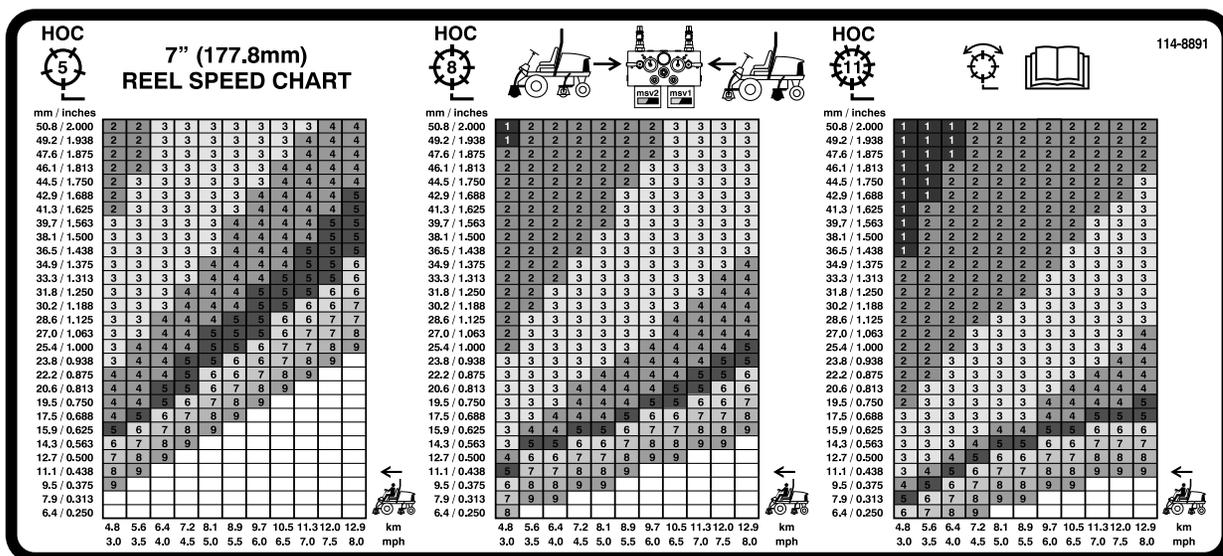
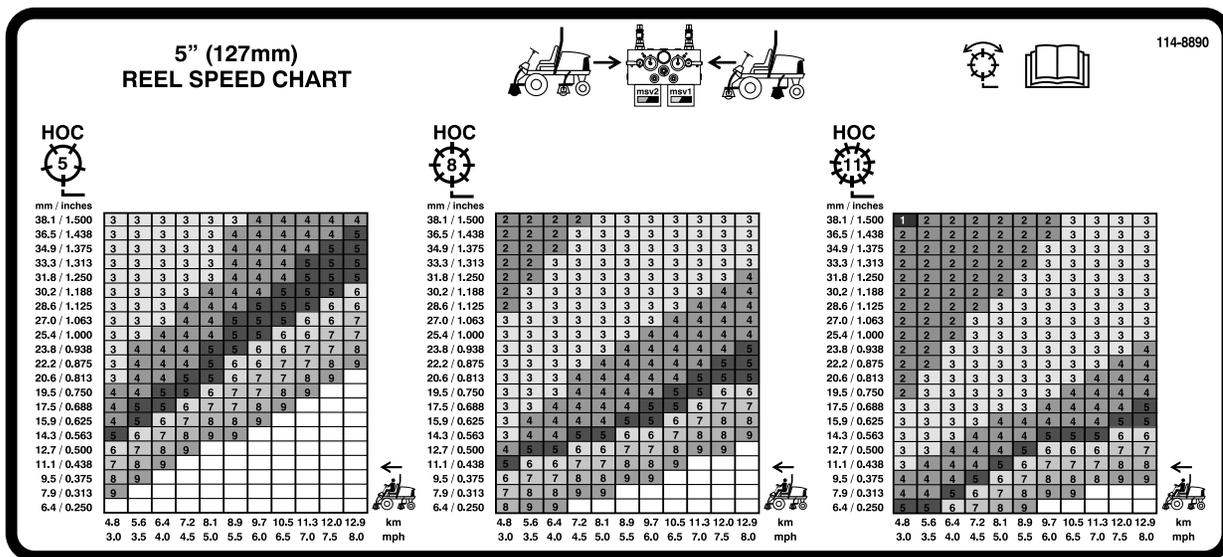

Рисунок 41
Рисунок 42
3. Используя подходящий график на табличке 110–0996 (Рисунок 41) для моделей Reelmaster 5510 и 5610 с 7-дюймовыми режущими блоками или на табличке 110–8923 (Рисунок 42) для модели Reelmaster 5410 с 5-дюймовыми режущими блоками, чтобы определить правильную настройку скорости вращения барабана.